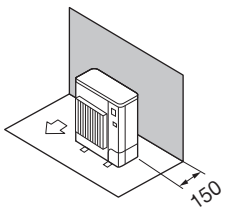

Fig. 2-6
- ① มีลิ่งกีดขวางที่ด้านหลังเท่านั้น (Fig. 2-6)